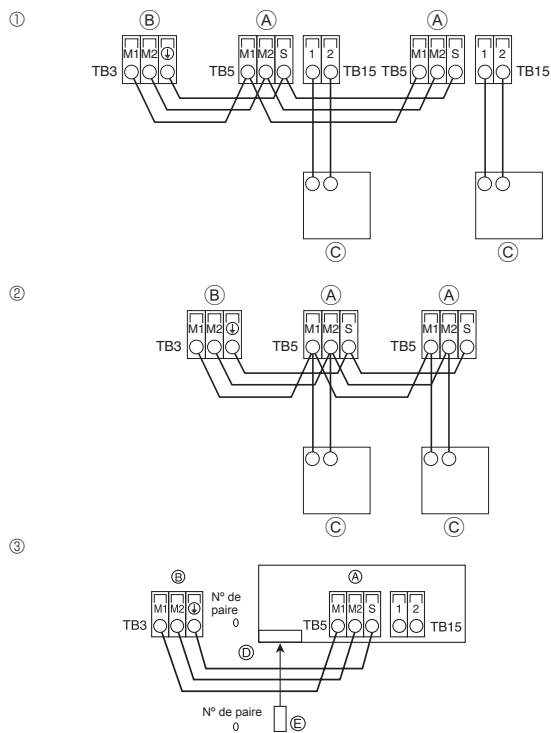

Fig. 6-3
6.4. Raccordement des câbles de télécommande et des câbles de transmission intérieur et extérieur (Fig. 6-3)
- ① Télécommande MA
- ② Télécommande M-NET
- ③ Télécommande sans fil